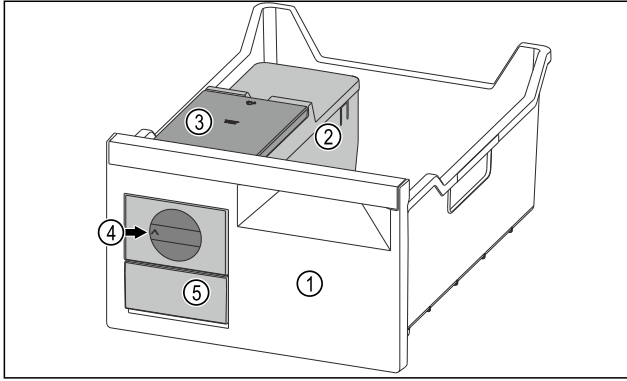

Fig. 108 Örnek gösterim
- Çevirmeli düğmeyi Fig. 108 (4) saat dönme yönünde sonuna kadar çevirin.
- Buz küpü kabındaki buz küpleri buz küpü çekmecesine Fig. 108 (5) düşer.